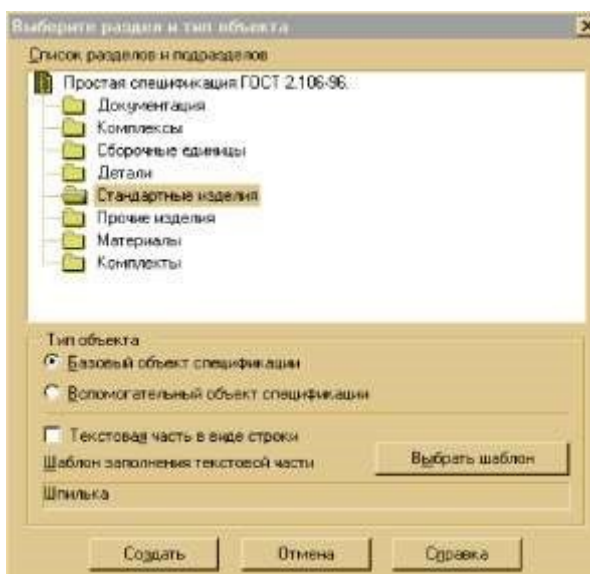
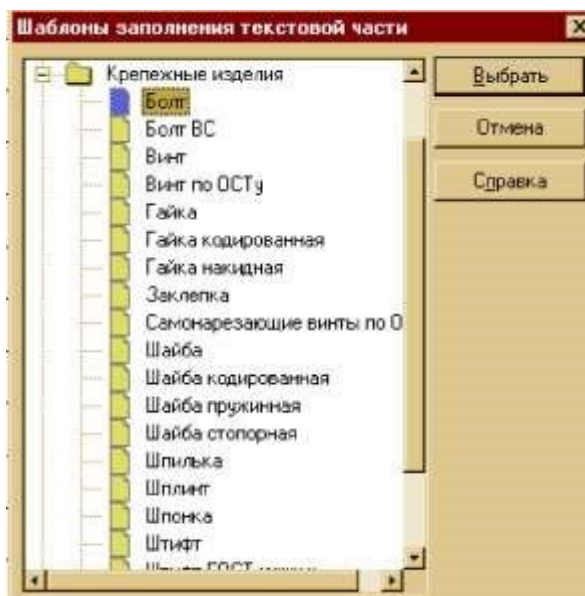

Рисунок 10.16 – Создание раздела Стандартные изделия
Рисунок 10.17 – Выбор папки Болт
1. Выполните команду *Редактор – Добавить раздел*. В диалоговом окне Выберите раздел и тип объекта сделайте текущим раздел **Стандартные изделия** (рисунок 10.16). Щелчком по кнопке **Выбрать** шаблон в открывшемся меню **Шаблоны** заполнения текстовой части выберете раздел **Крепежные изделия**, папку **Болт** и щелкните на кнопке **Выбрать** (рисунок 10.17).